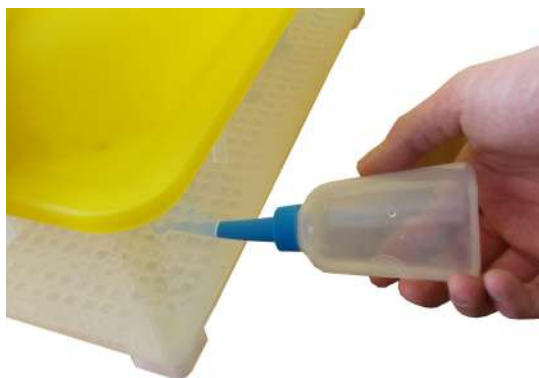
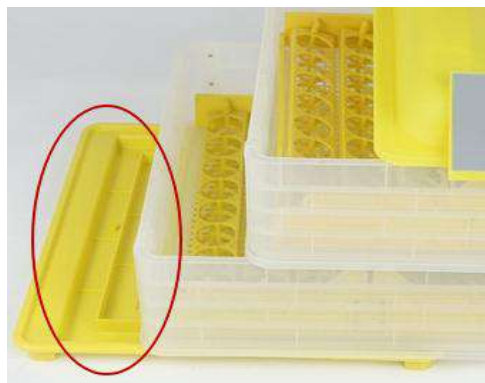

Рис.1. Заполнение гидрлотка SITITEK™48
Рис.2. Съемный резервуар для заливки SITITEK™96, 112
*** Для заполнения гидрлотка SITITEK™48 водой используйте мерную колбу. Отверстие для заливки воды находится на боковой стенке (см. рис. 1). Для заполнения гидрлотков у SITITEK™96 и 112 используется съемный резервуар (см. рис.2).*